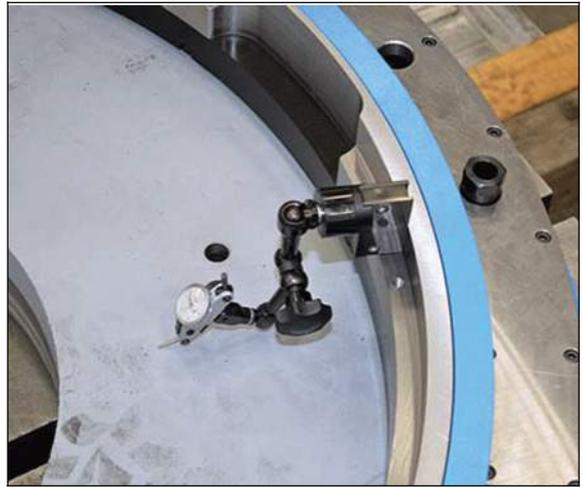

FIGURE 3-19. CENTRER L'UNITÉ D'ENTRAÎNEMENT ROTATIF (RDU) (FF3600 ILLUSTRÉE)
1. Installer le comparateur à cadran entre la RDU et une surface de référence sur la pièce usinée pour mesurer le centrage de la machine (Figure 3-19).
2. Insérer les tiges de 7,94 mm (0,3125 po) fournies dans l'une des douilles de l'ensemble de glissière (Figure 3-19). Utiliser les tiges pour faire tourner les roulements de l'unité d'entraînement rotatif (RDU).
3. Mesurer le centre de la RDU et ajuster les vis de réglage du pied de serrage selon les besoins (Figure 3-19).